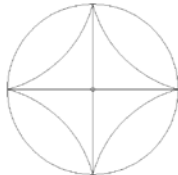

图 15.147 镜像圆弧
(5) 执行镜像命令, 以垂直方向直径为镜像线, 向右进行镜像, 如图 15.147 所示。